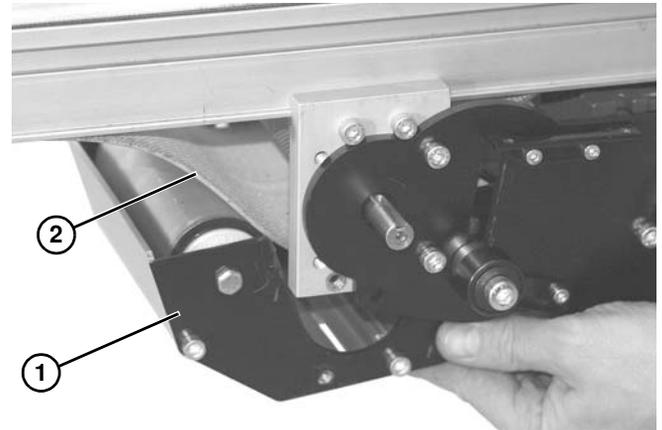

Figura 43
3. Baje y quite el módulo tipo Mid Drive (**Figura 43, artículo 1**) de la banda (**Figura 43, artículo 2**).